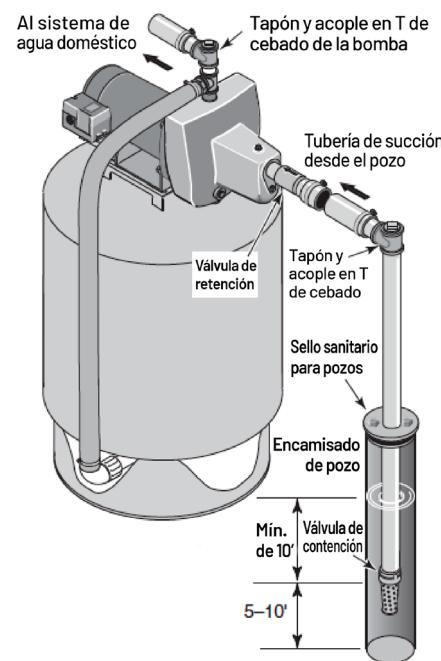

Figura 2: Instalación de pozo encamisado
2. Ensamble la válvula de contención, la trampa de pelos y la tubería del pozo (Figura 2). Verifique que la válvula de contención funcione libremente.
4. Instale el acople en T de cebado, el tapón de cebado y la tubería de succión a la bomba(Figura 2). Conecte la tubería del pozo al puerto de succión de bomba, utilizando la menor cantidad posible de conexiones, especialmente codos, ya que las conexiones aumentan la fricción en la tubería. Incluya una válvula de contención(Figura 2). La tubería de succión debe ser al menos tan grande como el puerto de succión de la bomba. Use cinta de PTFE para sellar roscas de tuberías en las juntas roscadas de la tubería.